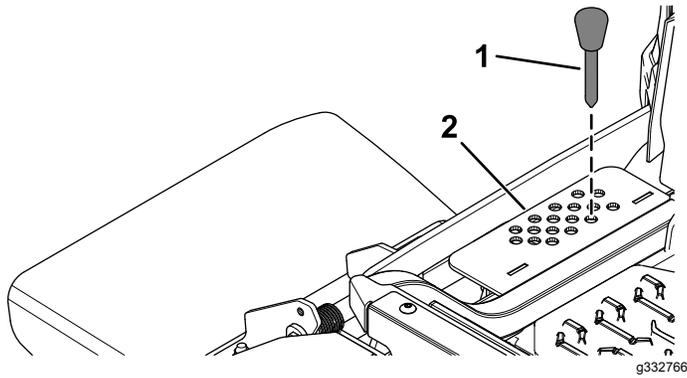

Bild 1
8. Entfernen Sie den Schnitthöhenstift aus der Schnitthöhehalterung (Bild 1).